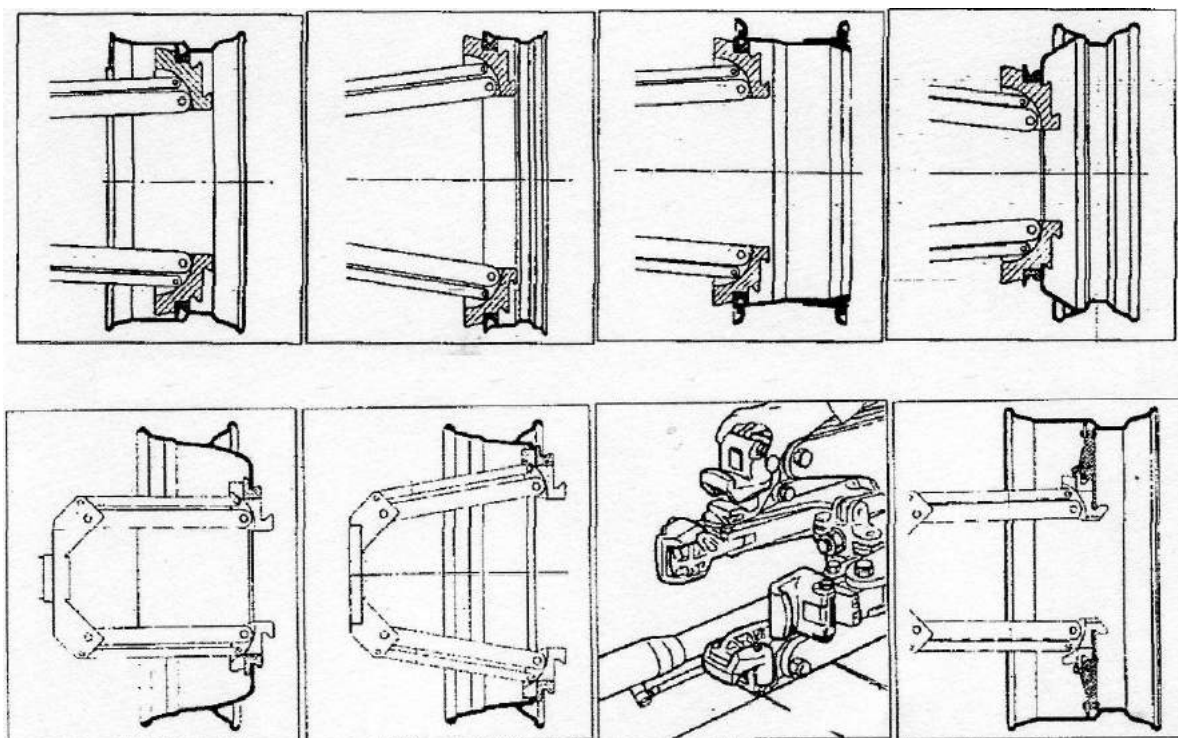
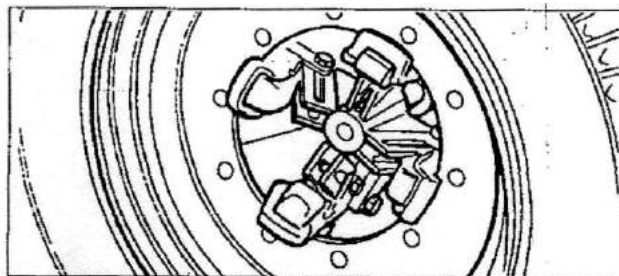

Рисунок 13
Рисунок 14
8.2.1.6 Наиболее удобные позиции закрепления на ободу можно выбрать согласно Рисунок 13.
8.2.2.2 Зажимы типа GL вставляются (крепёж байонетного типа) в рычаг на самоцентрирующемся зажиме (см. Рисунок 13). Благодаря барашковому винту, зажим можно закрепить на стойке. Закрепите обод, как показано на Рисунок 14.
Для работы с ободьями диаметром более 46” без фланца центрального отверстия колесо можно закрепить с помощью надставок РА (опция). Вставьте надставку зажима в рычаг зажима на рычаге самоцентрирующегося зажимного устройства (байонетный крепёж) и закрепите её барашковой гайкой (см. Рисунок 13).